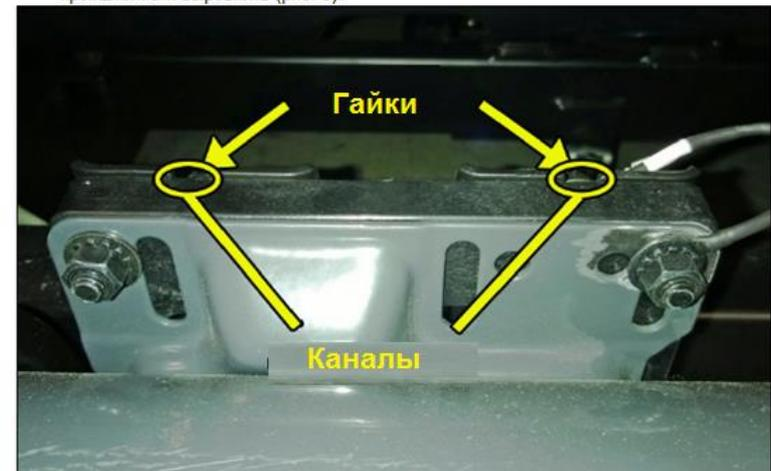

рис. 5
3. Расслабьте гайки крепления мотора так, чтобы мотор можно было протолкнуть в каналы кронштейна и выровнять (рис. 5).